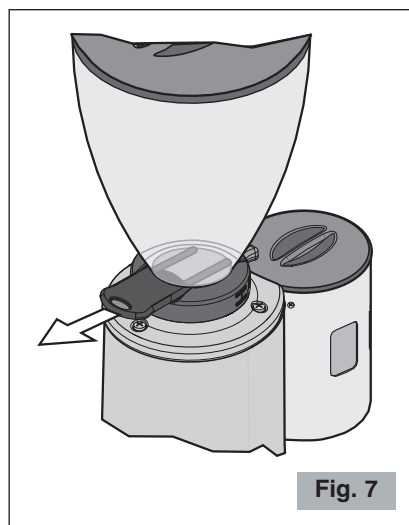

Fig. 7
- ⚠ **S'assurer de l'ouverture complète de l'obturateur de la cloche jusqu'à la fin de sa course (dernier déclenchement) (voir Fig. 7).**